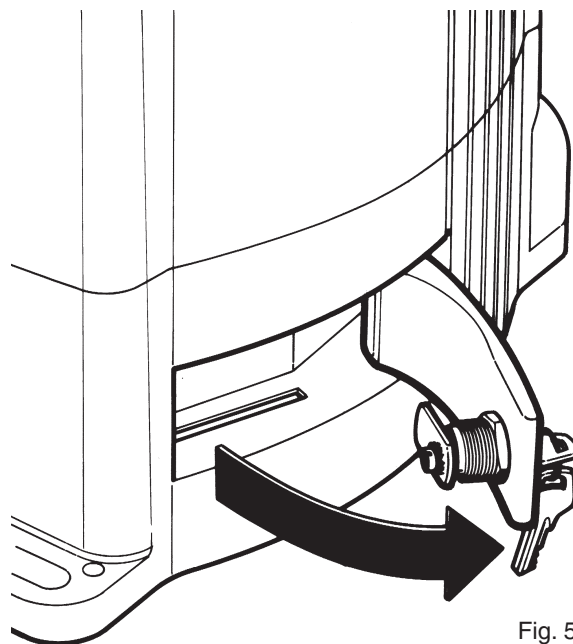

Fig. 5
1) Ruotare verso l'alto il copriserratura (1).
2) Inserire la chiave e ruotarla in senso orario di 90° (2).
3) Tirare a se la maniglia agendo dapprima sulla chiave stessa fino a portarla perpendicolare al THOR (Fig. 5).
1) Slide the key cover upwards (1).
2) Insert the key and turn it 90° clockwise (2).
3) Pull the handle towards you, turning the key, until it is perpendicular to THOR (Fig. 5).
1) Tourner le cache-serrure vers le haut (1)
2) Introduire la clé et la tourner de 90° dans le sens des aiguilles d'une montre (2).
3) Tirer vers soi la poignée en agissant d'abord sur la clé proprement dite de manière à la placer perpendiculairement au THOR (Fig. 5).
Den Griff durch Betätigung des Schlüssels nach vorne ziehen, bis er senkrecht zu THOR steht (Abb.5).
1) Gire hacia arriba el cubrecerradura (1).
2) Introduzca la llave y gírela 90° hacia la derecha (2).
3) Tire de la manija hacia Ud., actuando antes sobre la llave hasta colocarla perpendicularmente a THOR (fig. 5)